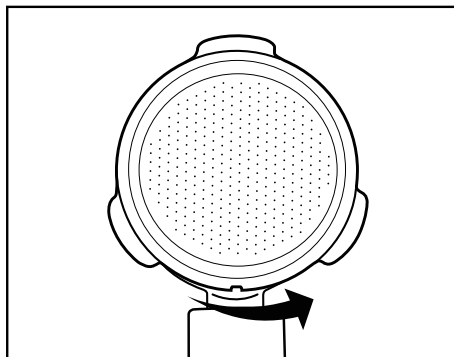

Figura 3
- A continuación, gire ligeramente el filtro de expreso grande 19 o el pequeño 20 de forma que no pueda caerse (Figura 3).